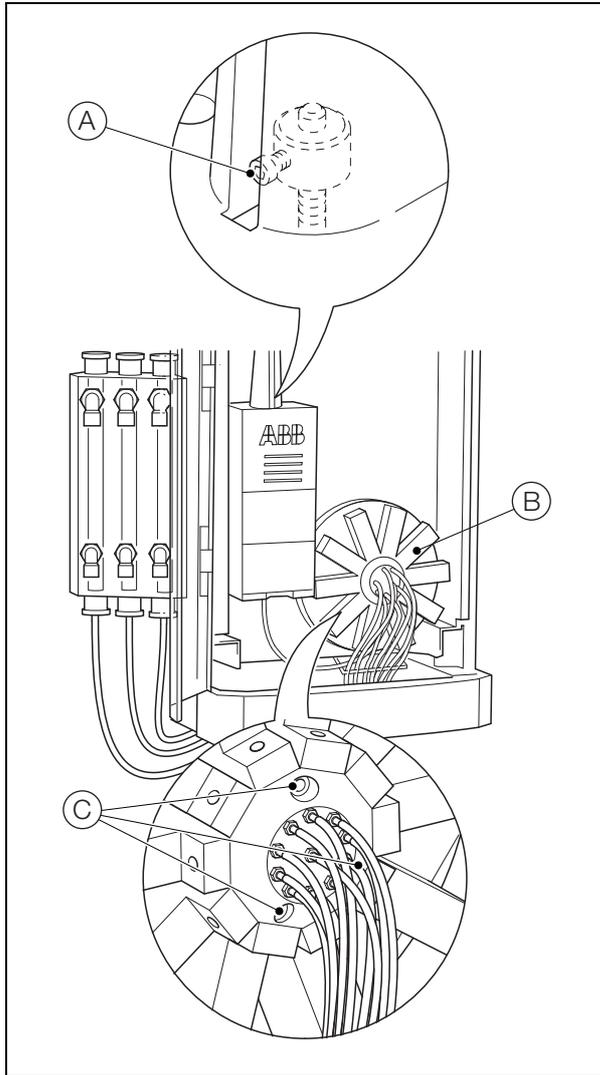

Fig. 13.1 Rimozione del collettore
1. Con riferimento a Fig. 13.1:
- a. Verificare che il dispositivo antirotazione (A) sia posizionato nella parte inferiore dello slot, sulla copertura superiore della cella di misura, per indicare che il pistone della cella di misura si trovi nella parte inferiore della corsa.
4. Con riferimento alla Fig. 13.1:
- a. Aprire lo sportello della sezione di analisi e registrare la posizione di ciascun tubo collegato al collettore a valvola (B) per evitare errori durante il ricollegamento.
- c. Togliere le 3 viti M4 (C) che fissano il collettore a valvola all'analizzatore, rimuovere il collettore a valvola e posizionarlo su una superficie di lavoro pulita.